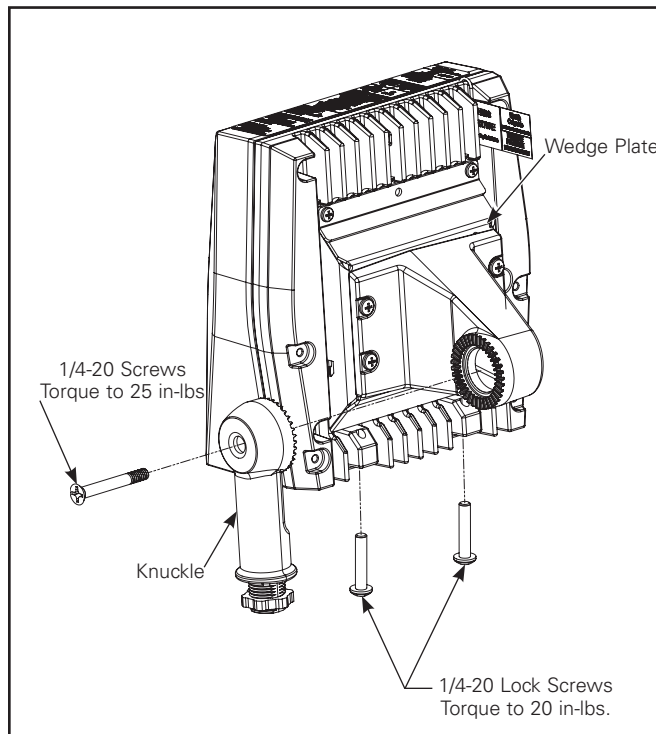

Figura 12. Axcent Small
4. Conecte el adaptador de conexión rápida a la luminaria, tirando de los cables de suministro de la luminaria a través del orificio central de la placa de cuña. Apriete los (2) tornillos de bloqueo de 1/4-20 en el dispositivo a 20 in-lbs. (Figura 12.)